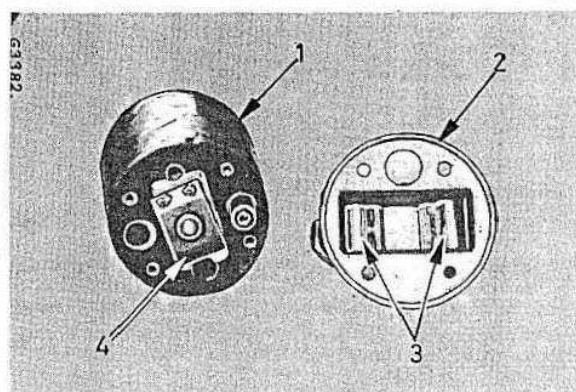

Bild 18
Um eventuellen Einbrand an Kontaktschiene und Bolzen prüfen zu können, den Deckel (2) Bild 18 abschrauben.
Bei abnehmbarem Deckel (2) Bild 18 sind Kontaktschiene und Kontaktbolzen zugänglich. Ggf. Einbrandflecken an den Kontakten blank machen. Teile mit starkem Einbrand erneuern.